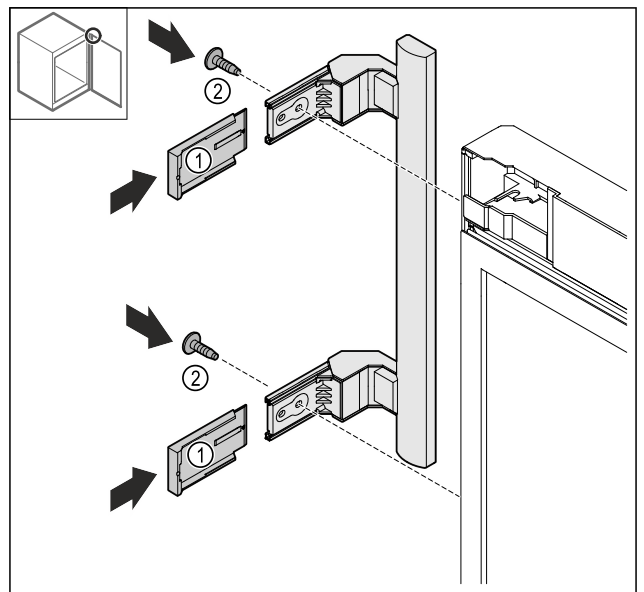

Fig. 21
- ▶ Afdekkingen Fig. 21 (1) terugplaatsen.